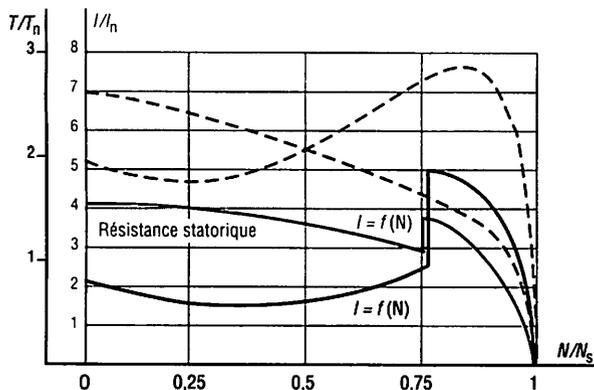

Fig. 13 : Courbes de couple et d'intensité en démarrage par résistances statoriques.
3.2. Caractéristiques (fig. 13)